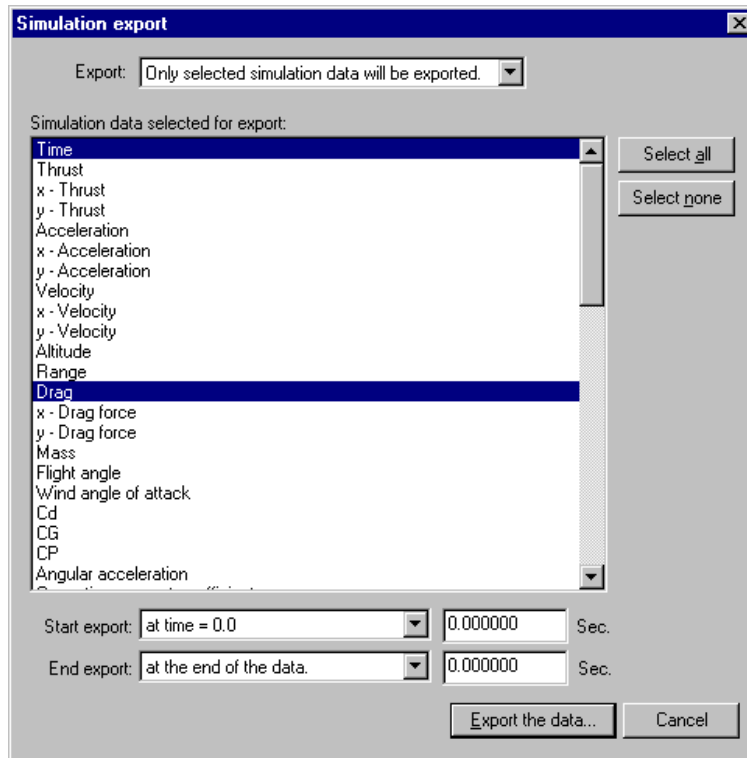

Figura 11. Configuração de resultados para gravação de arquivo.
- (c) Abre-se uma janela chamada “Simulation export”, mostrada na Figura 11.